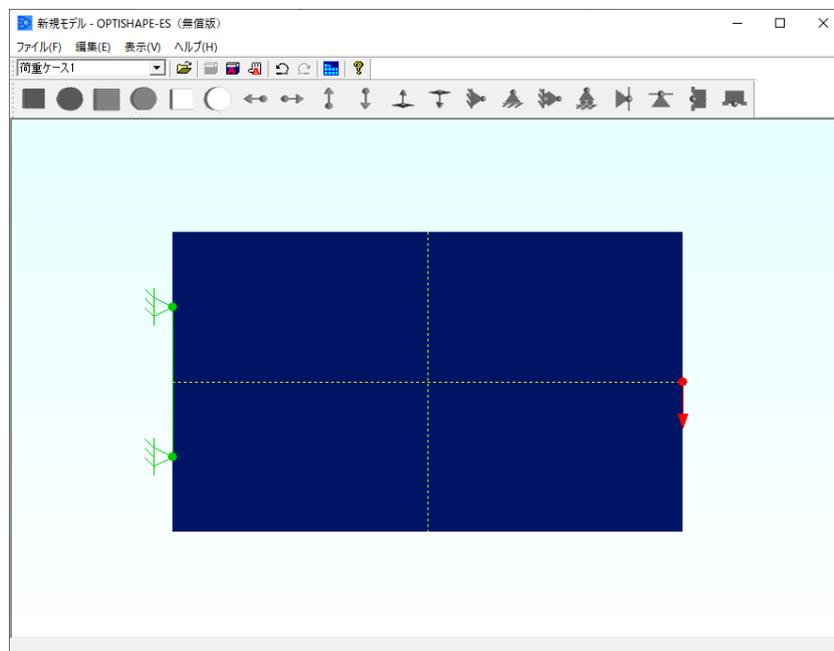

図 3.7 拘束，荷重の作成
B⑬のアイコンをクリックし，モデル左辺の上に置き，拘束マークの外側にある8つの○印の下側をつまみラバーバンドで伸ばして，拘束を与えたい場所へ移動することで，図 3.7 のように拘束条件を与えることができます．次に，B⑩のアイコンをクリックし，モデルの右上上の真ん中に置くと，荷重がセットされます．
- ・右下の終了ボタンを押して図 3.7 の画面に戻ったら、ファイルメニューから‘アプリケーションの終了’を選ぶと、プログラムは終了します。